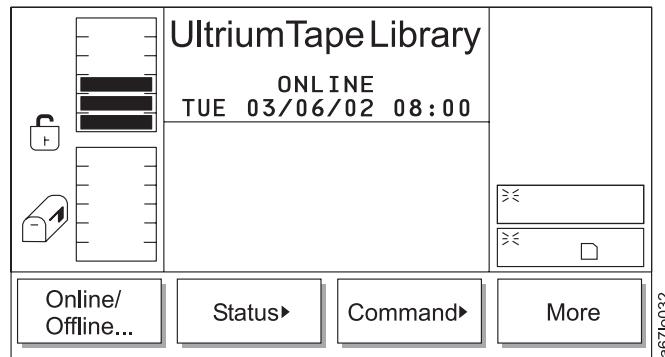
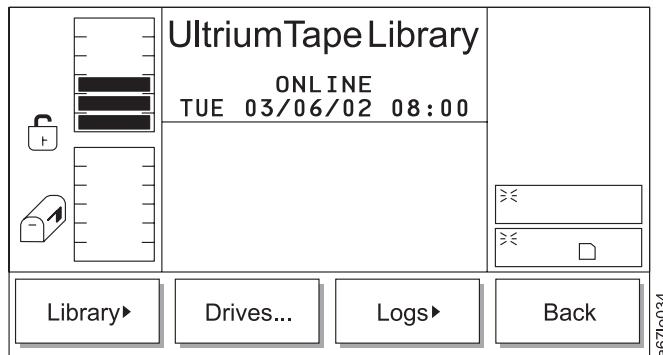

Abbildung 76. Hauptmenü (Eingangsanzeige)
Abbildung 81. Statusmenü
Das Hauptmenü ist das erste interaktive Menü, das nach dem Einschalten angezeigt wird. Das Hauptmenü besteht aus der Eingangsanzeige und der Alternativanzeige. Alle nachfolgenden Menüs und Optionen sind über das Hauptmenü auswählbar. Es sind acht Optionen verfügbar, wobei vier der Optionen immer verfügbar sind. In Abb. 76 wird die Eingangsanzeige des Hauptmenüs gezeigt.
Tabelle 25. Übersetzung von Abb. 76, Hauptmenü (Eingangsanzeige)
Benutzen Sie das Statusmenü für statische und dynamische Betriebsstatistiken. Wählen Sie im Hauptmenü (Eingangsanzeige) **Status** aus, indem Sie den Knopf unter dem Programmfunctionssymbol **Status** drücken (siehe Abb. 76 auf Seite 101). Das Statusmenü erscheint (siehe Abb. 81).
Tabelle 30. Übersetzung von Abb. 81, Statusmenü
- Wird **Back** ausgewählt, erscheint das Hauptmenü (siehe Abb. 76 auf Seite 101).
- Wird **Back** ausgewählt, erscheint das Statusmenü (siehe Abb. 81 auf Seite 105).